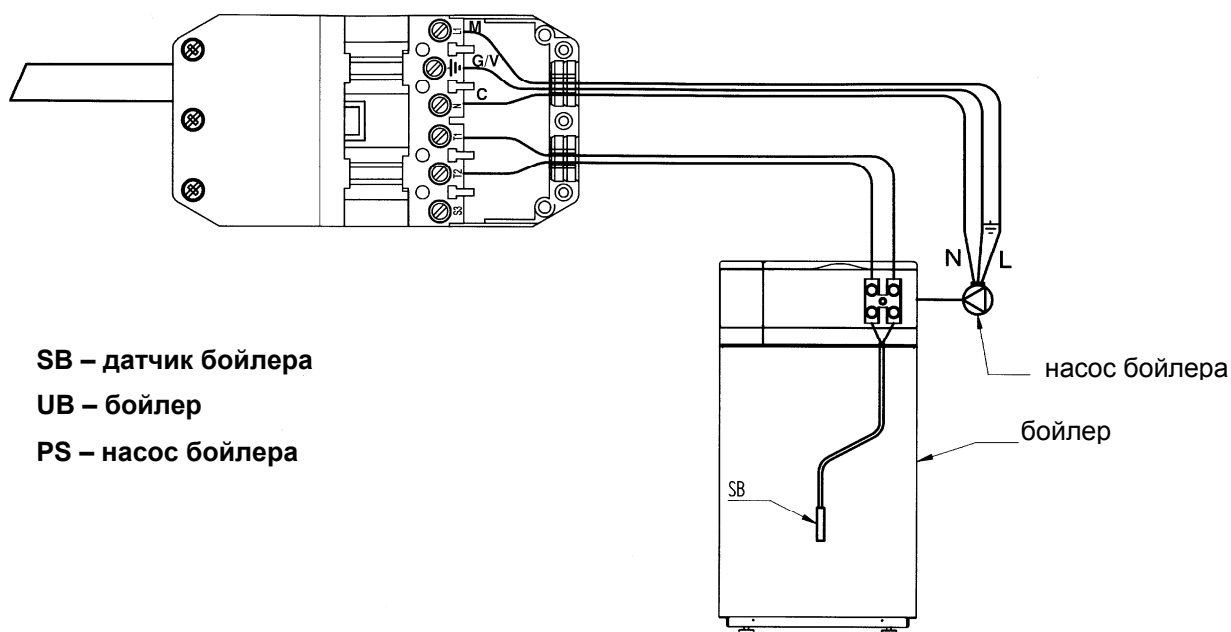

Рис. 4 Схема подсоединение датчика ГВС и насоса бойлера.
- Подсоединить с помощью 2-х полюсного кабеля (входит в комплект поставки) клеммы T1 и T2 6-ти полюсного разъема с 2-х полюсной клеммной колодкой бойлера (Рис.4).
- Подсоединить насос бойлера к клеммам (L1 - N - $\frac{1}{2}$) 6-ти полюсного разъема используя кабель типа «HAR VV – F» $3 \times 0.75 \text{ мм}^2$ (Рис. 4).